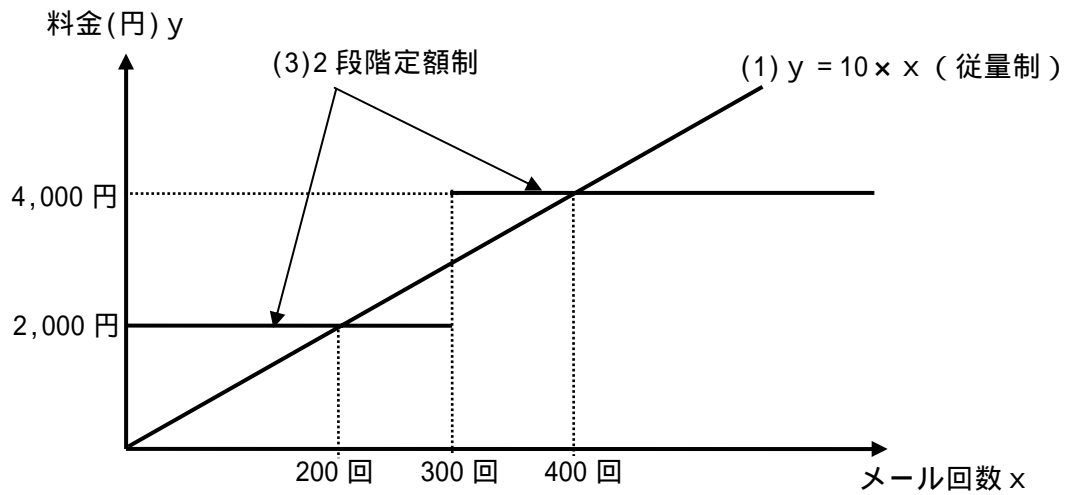

図1 メール回数と従量制と定額制の料金の関係
<p>携帯電話でのメールの送信料金の例として、この従量制と定額制どちらがお得かを、計算してみましょう。なお、2 つの料金制の金額やメール回数は、仮に設定したもので、実際とは同じではありません。</p> <p>(1) 従量制料金=メール回数×1 メール当たりの料金（1 回 10 円としましょう）</p> <p>(2) 定額制料金=一定額（月額 2,000 円としましょう）</p> <p>従量制は、料金を <math>y</math>、メール回数を <math>x</math> とおくと、傾きが 10（円）の一次関数（<math>y=10 \times x</math>）で表せます。従量制で、メールを 200 回送ると</p> $10 \text{ 円} \times 200 \text{ 回} = 2,000 \text{ 円}$ <p>となり定額制料金と同じになります。201 回以上送る人は、定額制がお得、200 回以下は従量制がお得ということです。これは、関数を使わなくても比例でも計算できます。それでは、月額定額料金が 2 段階になった場合は、どうでしょうか？</p> <p>(3) 「メール 300 回まで 2,000 円、301 回以上 4,000 円」</p> <p>と従量制とではどちらがお得？</p> <p>これも比例で計算することができますが、2 段階ですので、ちょっと複雑になります。しかし一次関数のグラフを書いてみると簡単に判ります。図 1 に、メール回数と、(1) 従量制料金、(3) 定額制料金のグラフを書いてみました。201 回～300 回まで定額制がお得で、301 回以上は従量制=定額制、つまり、</p> $10 \text{ 円} \times x \text{ 回} = 4,000 \text{ 円}$ <p>となる回数、<math>x=400</math> 回まで従量制が、それ以上は定額制がお得です。</p> <p>さて、皆さんの使っているメール料金は、どうなっていますか。お得、それとも。実際に、利用している各社の料金を比較して見みてどうでしょう。</p>